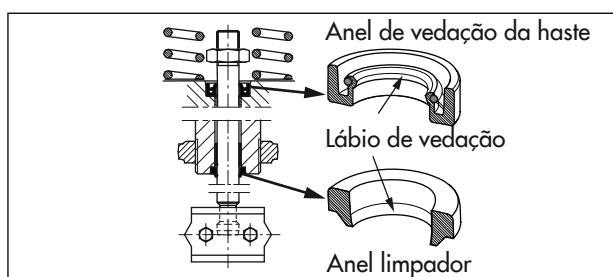

Fig. 17: Alinhamento do anel de vedação da haste e do anel limpador
6. Utilize uma ferramenta adequada para montar o anel de vedação da haste. Respeite o alinhamento correto do anel de vedação da haste (consulte a Fig. 17).
7. Utilize uma ferramenta adequada para montar o anel de vedação da haste. Respeite o alinhamento correto do anel de vedação da haste (consulte a Fig. 17).